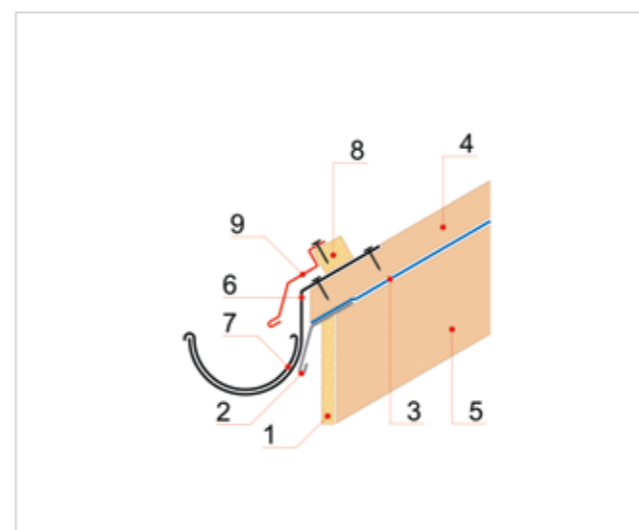

Рисунок 16
5.3.1 Карнизные планки Aerodek устанавливаются с нахлестом 100 мм и крепятся к нижним брусьям шаговой обрешетки с шагом 200 мм (Рисунок 16).